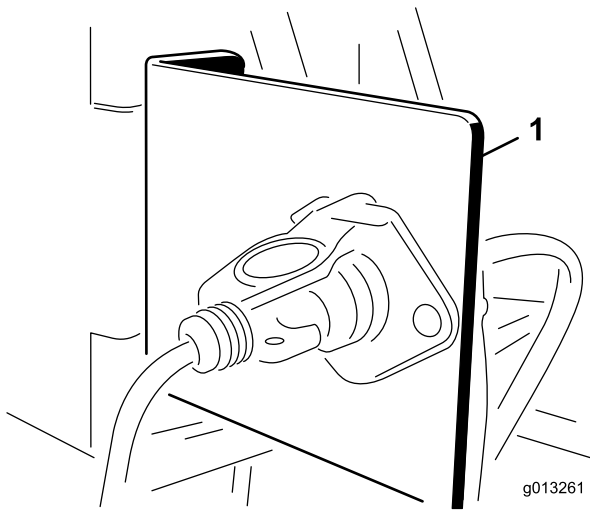

Bild 8
1. Befestigen Sie die Steckdosen-Halterung mit einer der Befestigungshalterungen an einer festen Stelle am Heck des Zugfahrzeugs (Bild 8).